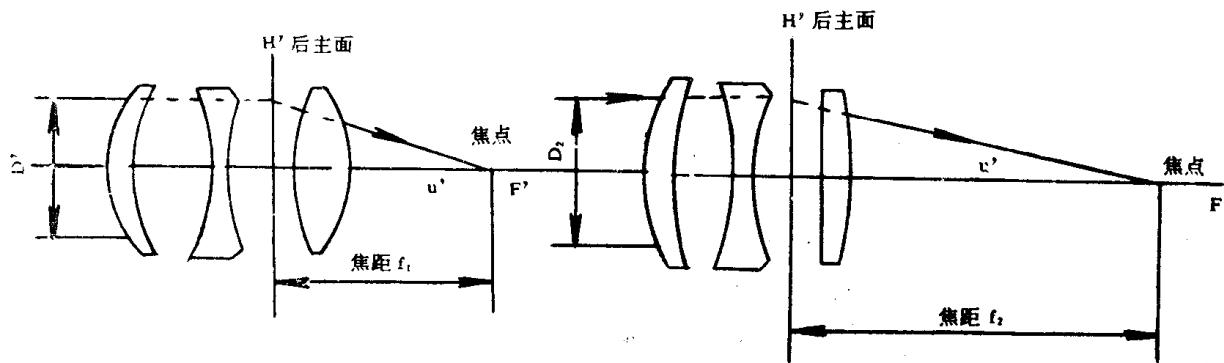

图 1-7
**焦距** 镜头的焦距是一个主要参数。不管镜头由几个镜片组成，但最终表达成像特性的是镜头组合焦距。焦距表示一个镜头的折光能力。例如两个镜头对着太阳聚焦，都可得到一个明亮的焦点。但焦点距镜头的远近不同，距离远的称为焦距长、距离近的称为焦距短，如图1-7所示 $f_2' > f_1'$ 。来自无穷远处光源的光线（即平行的光线），经过镜头会聚于一点，这一点即叫做焦点。它到镜头后主面的距离称为焦距。后主面可通过仪器测定出来。焦距与成像特性关系为：
- ① 焦距愈长，所成影像愈大（目标距离相同时）。
- ② 焦距愈长，像距愈长（目标距离相同时）。
- ③ 焦距愈长，拍摄角度愈小（画面尺寸相同时）。
- ④ 焦距愈长，调焦量愈大（目标距离相同时）。
- ⑤ 焦距愈长，景深愈小（相对孔径相同时）。
**相对孔径** 镜头的直径有大有小。一般说直径大，通过的光线多；直径小，通过的光线少。但是要比较两个镜头的通光能力就不能简单地以镜头直径大小为依据，而应与镜头的焦距结合起来加以比较。如果两个镜头通光直径相同而焦距不同，如图1-7所示，则通光能力是不一